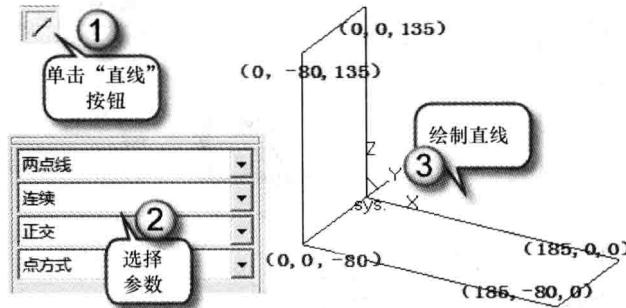

图 1-23 绘制两个矩形
① 按 F5 键。单击“直线”按钮 ，选择“两点线”中的“连续”、“正交”、“点方式”绘制直线。② 拾取坐标原点作为直线的第一点，输入“185, 0, 0”后，按回车键；输入“185, -80, 0”后，按回车键，输入“0, -80, 0”后，按回车键，拾取原点后，按回车键。绘制一个矩形。③ 输入“0, 0, 135”后，按回车键，输入“0, -80, 135”后，按回车键，按 F6 键后，拾取点“0, -80, 0”后，按回车键，绘制第二个矩形，绘制结果如图 1-23 所示。